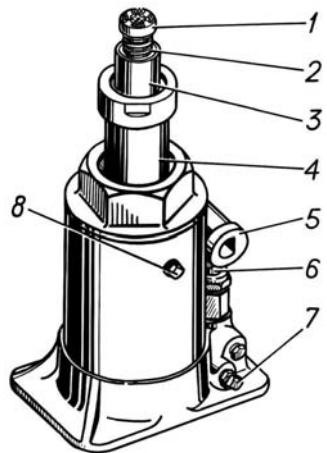

Рис. 9.9. Домкрат:
- поставить домкрат (рис. 9.9) под нижний лист рессоры около стремянки вблизи снимаемого колеса и вывернуть винт 2 рукой до упора в указанные детали. При подъёме колеса на грунте под основание домкрата рекомендуется подкладывать брус или доску;